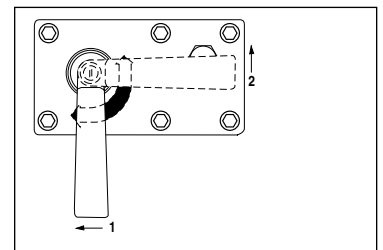

Figura 6
(vedere la Figura 6)
3. Ruotare la manopola della valvola di comando nella posizione di ritorno ("2") (vedere la Figura 6 per le posizioni della valvola).